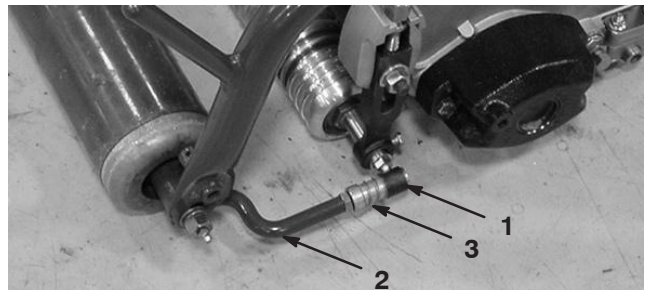

Bild 12
4. Schieben Sie die Hülse am Kugelgelenk zurück und drehen die Zugarme so nach unten, dass der Innensechskant über den Kugelbolzen passt. Lösen Sie die Hülse, so dass sie über den Bolzen geht und die Baugruppen miteinander verbindet (Bild 12).
6. Richten Sie die Innensechskante der Kugelgelenke so aus, dass die offene Seite des Sechskants in Richtung Kugelbolzen zentriert ist. Ziehen Sie die Klemmmuttern fest, um die Innensechskante zu arretieren (Bild 12).